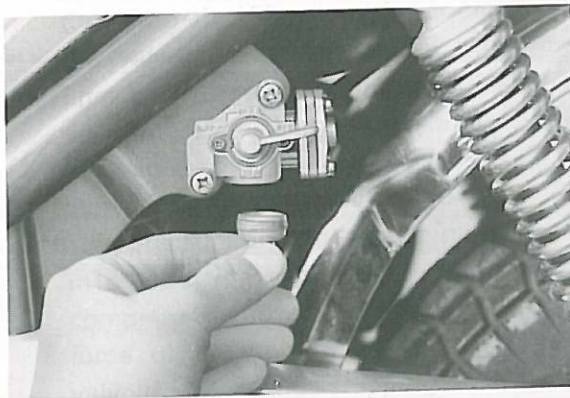

Fig. 5-9-2
- a. The valve O-ring or the valve seat is scratched. (Fig. 5-9-2)
- a. Joint torique ou siège de valve rayé. (Fig. 5-9-2)
- a. Der O-Ring des Ventilsitzes ist beschädigt. (Fig. 5-9-2)